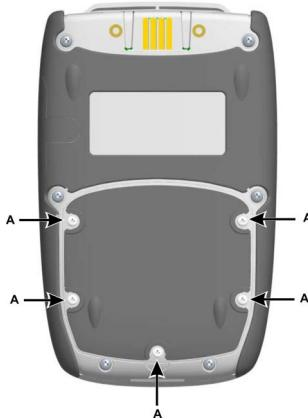

Figure 1 : Vue de la face arrière
- Retirez les cinq vis cruciformes (A) (voir Fig. 1, vue de la face arrière).
1. Rimuovere le cinque viti Pozidriv (A) (rif.: fig. 1, vista posteriore).